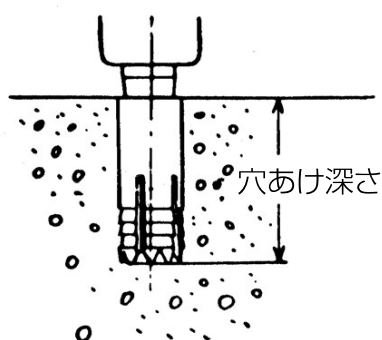

図 7
- (2) スイッチを入れ、自穿孔アンカーで下穴をあけます。(図7)